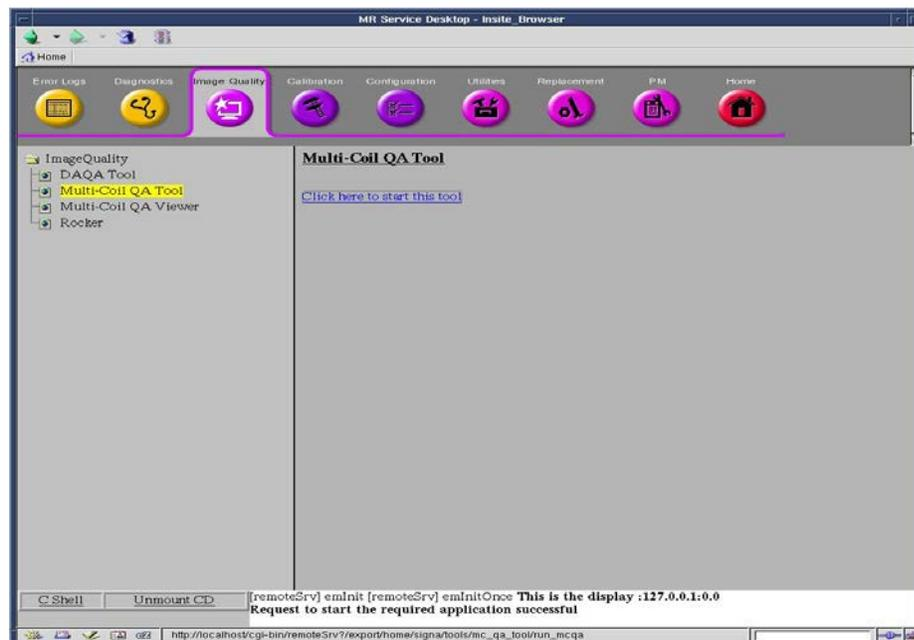

Abbildung 1
- Vom Common Service Desktop (CSD) (Gemeinsame Benutzeroberfläche) gehen Sie zum Service Browser (Service-Browser) und wählen [Image Quality] (Bildqualität) „Multi-Coil QA Tool“ (Mehrspulen-Qualitätssicherung) und dann „Click here to start this tool“ (Hier klicken, um das Tool zu starten), wie in Abbildung 1 dargestellt.